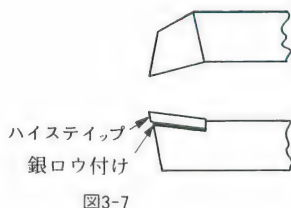
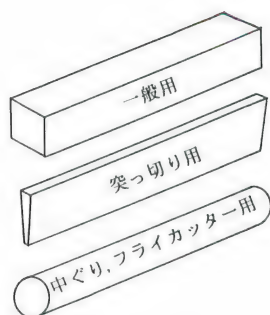

図3-7
図3-9
ミニ旋盤には主としてハイスバイトが使われています。市販品は「付け刃バイト（図3-7）」といって角形のシャンク（柄）の先端にハイスの小片（チップ）を銀ロウ付けしたものや、ハイス材で全体を^{ちゅうぞう}鑄造したもの（写真3-8②～⑦）があります。これらの市販品でほとんどの仕事の間に合いますが、特別な形が必要な場合は「完成バイト」を買って自分でグラインダーにかけて研いで作ります。これはハイス材を焼き入れ研磨して図3-9のように角または丸の棒にしたもので、数本常備しておくとうれしい。寸法はいろいろありますがミニ旋盤用には6×6または8×8mm断面の角形が適当です。突っ切りバイト用の板状のもの（写真3-8⑧）は写真の⑨のように専用のバイトホルダーにはめて使います。このような、研いで刃をつけないと使えないものを「完成バイト」と呼ぶのは大変奇妙ですが、呼びならわされた言葉ですからそのまま使っておきます。「未研バイト」と呼ばれる場合もあります。
超硬合金は高価な上に脆いのでバイト全体をこれで作らず、図3-7と同じように超硬刃先（チップ）をロウ付けしたものと、刃先を取替えられるようにねじ止め